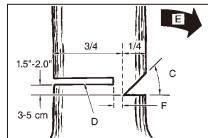

Fig. 11B
AVERTISMENT: Nu mergeți niciodată prin fața unui copac tăiat „în pană”. Efectuați tăietura finală (D) din partea opusă a trunchiului și la 1,5-2,0 toli (3-5 cm) deasupra muchiei peniei (C) (Fig. 11B).